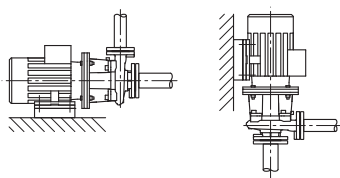
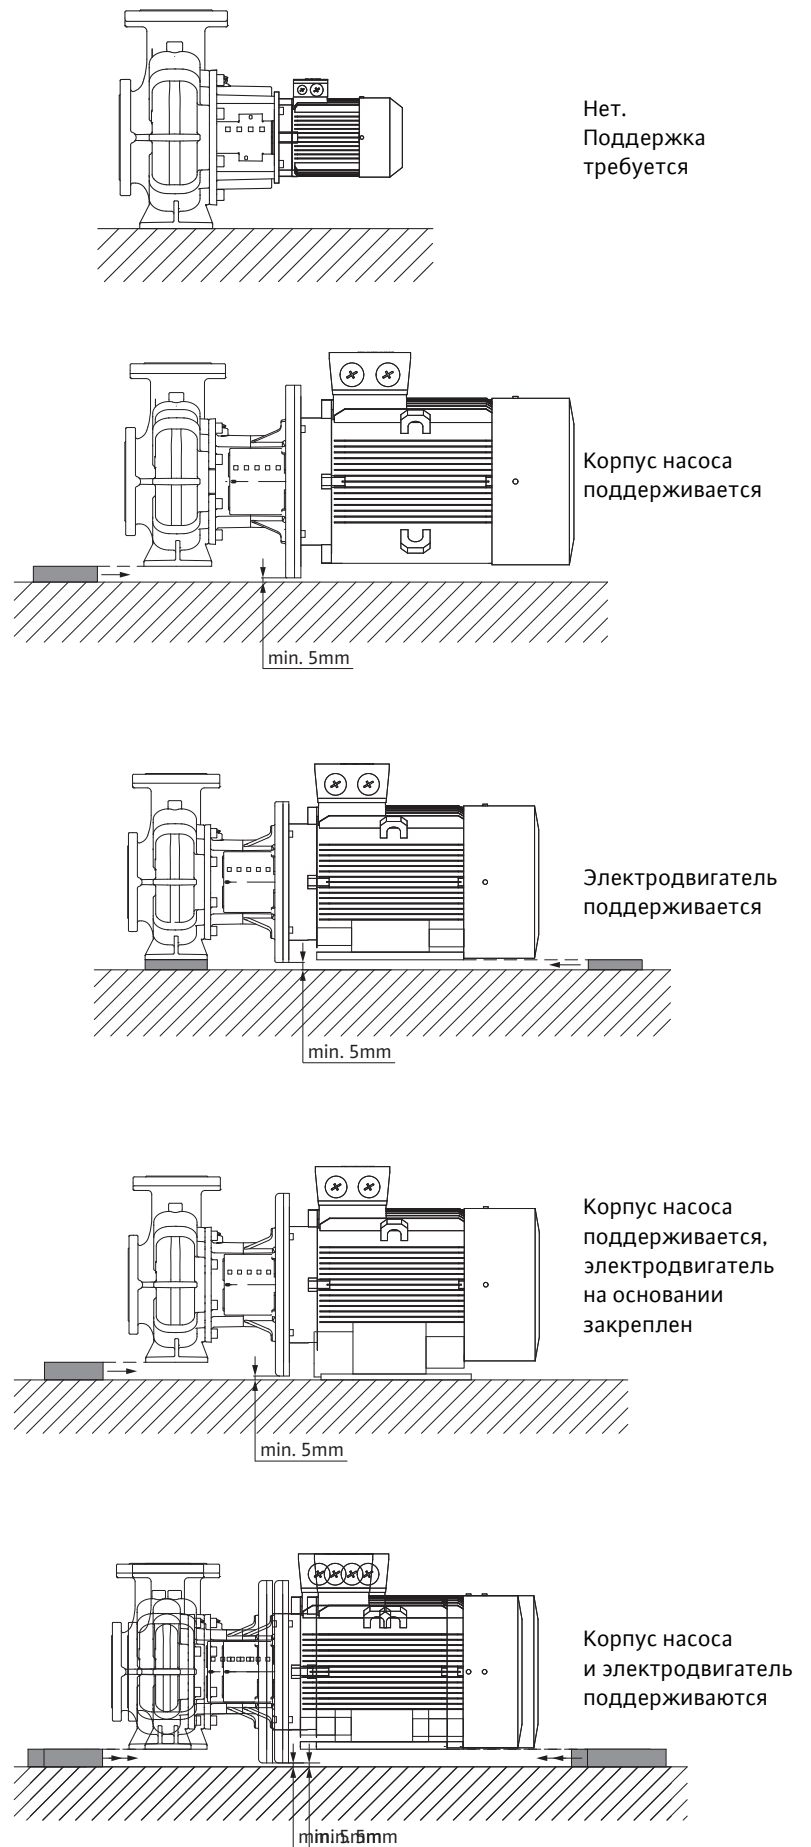

Fig. 41: Исполнение BL
Fig. 42: Примеры монтажа VL
- Блочные насосы серии BL следует устанавливать на фундаментах или консолях достаточных размеров (Fig. 41). В насосах типа BL необходима поддержка для электродвигателя, начиная с мощности двигателя 18,5 кВт, см. примеры монтажа насоса BL (Fig. 42).